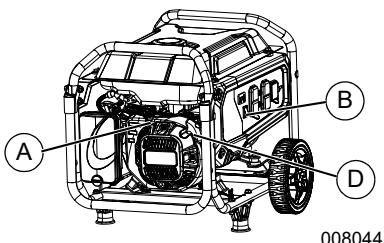

Figure 3-2. Commandes du moteur
3. Voir **Figure 3-2**. Ouvrez le robinet d'arrêt de carburant (A).
4. Réglez l'interrupteur Marche/arrêt du moteur (B) sur Marche. Voir **Figure 3-2**.
6. Voir Figure 3-2. Saisissez fermement la poignée du lanceur à rappel (D) et tirez lentement jusqu'à ressentir une résistance accrue. Tirez rapidement la poignée vers le haut à l'écart du lanceur.